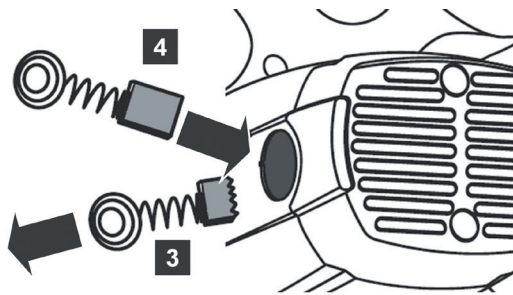

Рис. 7
- Извлеките старую и установите новую графитовую щётку в щёткодержатель (рис. 7).